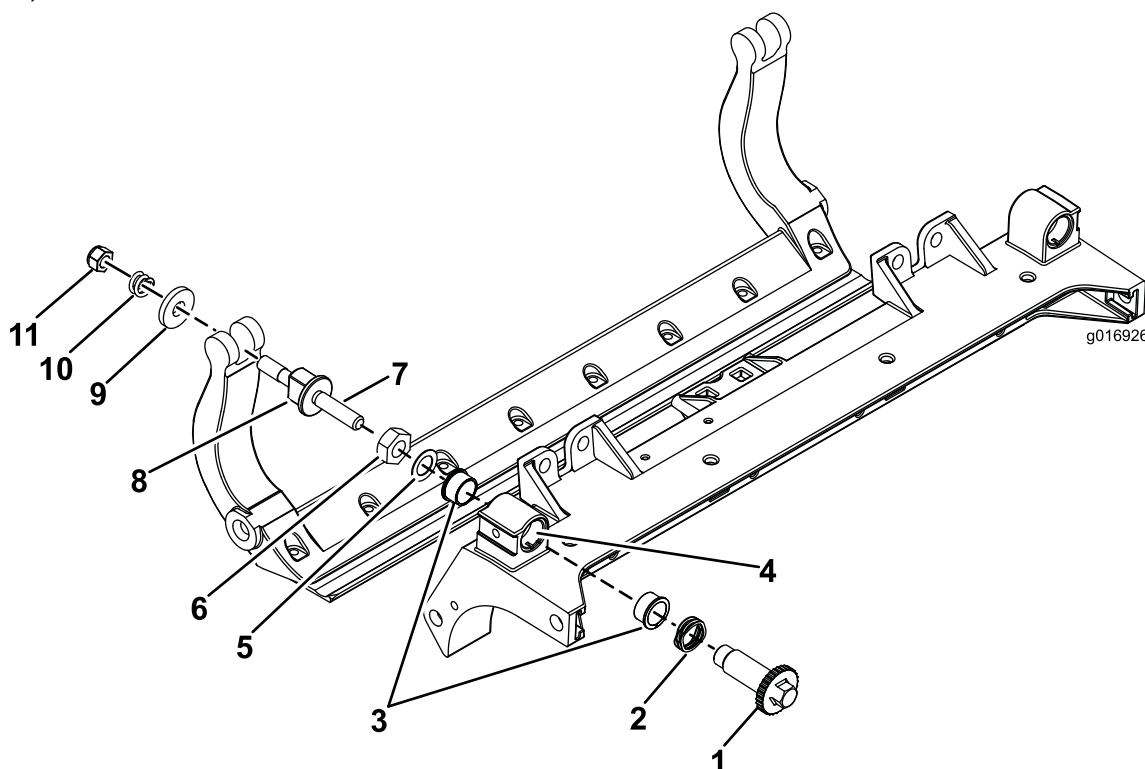

Figura 37
1. Rimuovete tutti i componenti (fate riferimento alle *Istruzioni per l'installazione* del kit DPA HD e a Figura 37).
2. Applicate del lubrificante antigrippaggio all'interno dell'elemento in cui vanno montate le boccole, sul telaio centrale dell'apparato di taglio (Figura 37).
3. Allineate le chiavette sulle boccole flangiate alle scanalature sul telaio e montate le boccole (Figura 37).
4. Montate una rondella ondulata sull'albero del dispositivo di regolazione e inserite l'albero all'interno delle boccole flangiate sul telaio dell'apparato di taglio (Figura 37).
5. Fissate l'albero del dispositivo di regolazione con una rondella piana e un dado di bloccaggio (Figura 37).
12. Posizionate una rondella in acciaio all'esterno di ciascuna rondella in nylon (Figura 37).
Nota: Le rondelle all'interno possono avere del gioco (Figura 37).
15. Serrate il dado su ciascun gruppo di regolazione della barra di appoggio fino a comprimere completamente la molla di compressione, quindi allentate il dado di 1/2 giro (Figura 37).